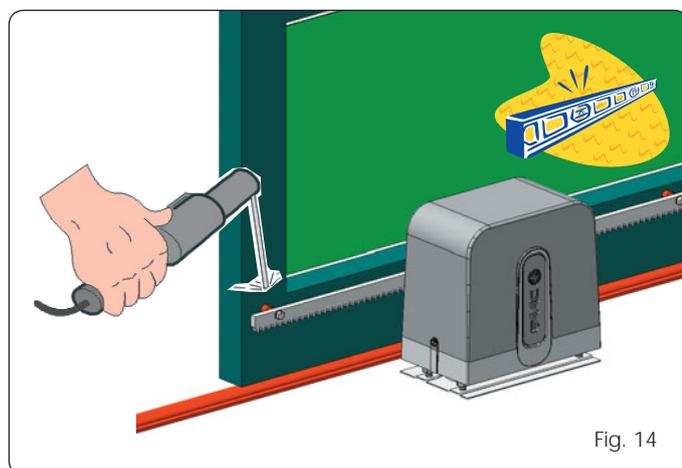

Fig. 14
3. Apoye en el piñón la primera pieza de la cremallera a nivel y suelde el trinquete roscado en la cancela de la manera indicada en la Fig. 14.